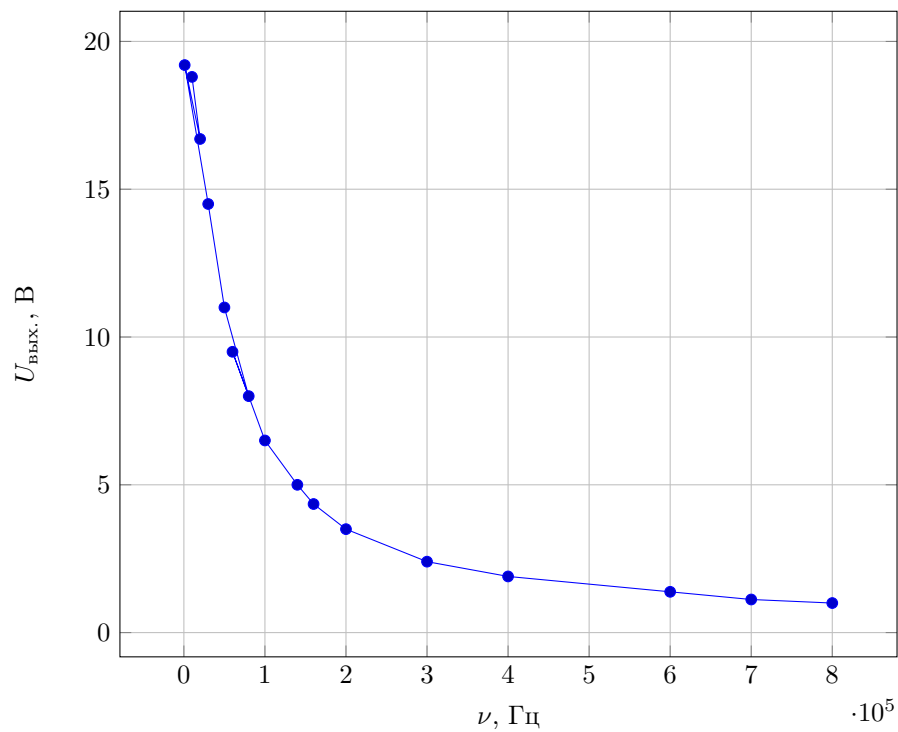

Рис. 5: Зависимость коэффициента усиления триода от частоты входного сигнала
3. Снята зависимость коэффициента усиления от частоты (рис. 5)